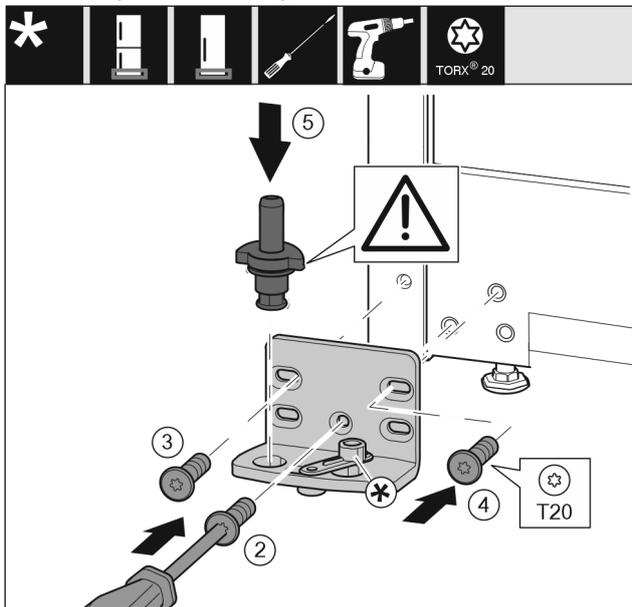

Fig. 25
- ▶ Lagerbock auf der anderen Seite ansetzen und mit Hilfe eines Schraubendrehers T20 anschrauben. Mit Schraube 2 unten in der Mitte beginnen. Fig. 25 (2)
- ▶ Schraube 3 und 4 festschrauben. Fig. 25 (3,4)
- ▶ Lagerbolzen komplett einsetzen. Dabei darauf achten, dass der Rastnocken nach hinten zeigt. Fig. 25 (5)